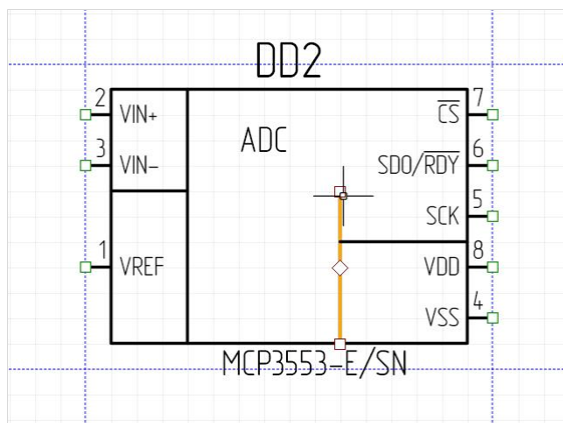

Рис. 38 Произвольное изменение графического объекта
1. Редактирование существующих графических объектов, включая стандартные операции (копирование, вставка, вырезание, удаление), см. Рис. 38.